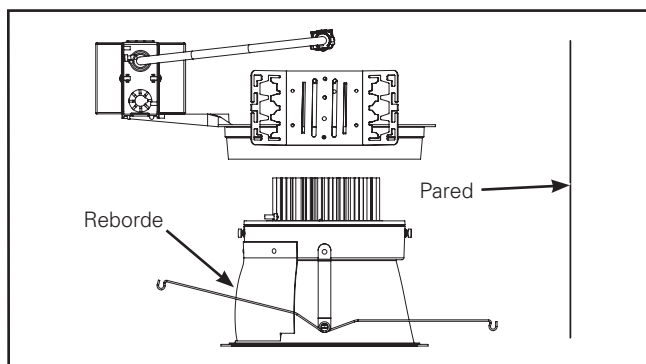

Figura 9.
7. Ver ejemplo (opción de bañador solamente) (Figura 9.).